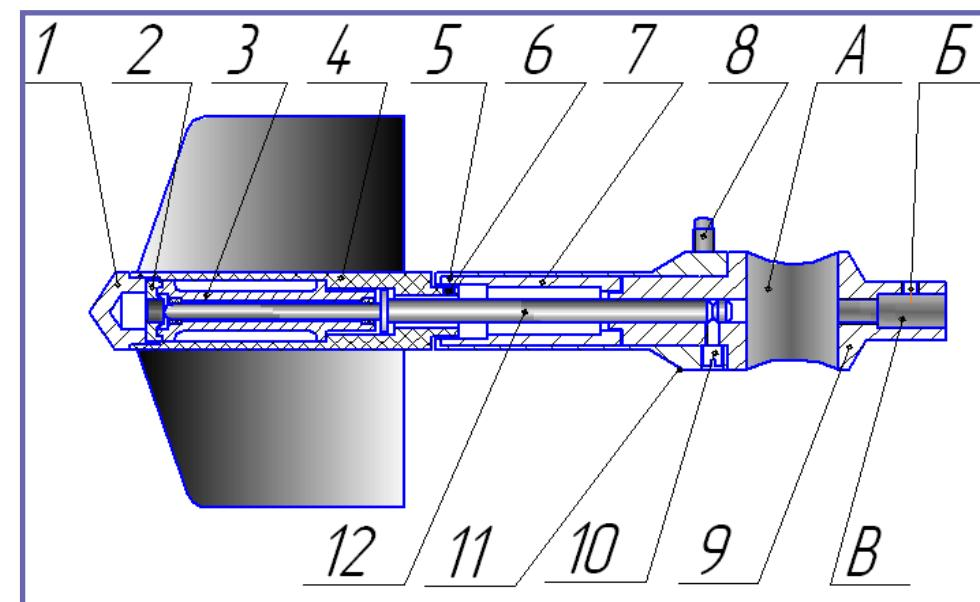

Рисунок 5.2
5.2. Вертужка (рисунок 5.2) состоит из корпуса, ходового механизма и сигналопровода.
б) отсоединить ходовой механизм (см. рисунок 5.2) вертушки, для чего отвинтить винт 10 и, держа ходовой механизм за лопастной винт, вынуть его из корпуса. Держать вертушку при этом лопастным винтом вверх.
- б) вывинтить полностью винт 10 (см. рисунок 5.2),